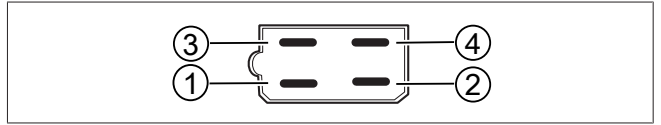

Fig. 14 Connexions ventilation
③ + 3 e vitesse - ORANGE	④ + 2 e vitesse - ROUGE
① - retour - NOIR	② + 1 re vitesse - JAUNE
1. Effectuez les branchements électriques conformément à la Fig. 14. Voir les Caractéristiques techniques pour connaître les exigences relatives à l'alimentation électrique et aux fusibles. Évitez d'installer des relais, des fusibles et des commutateurs près des raccords de fluide frigorigène.